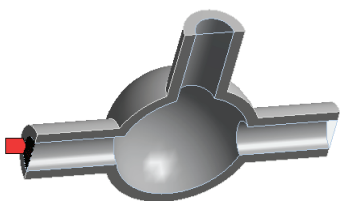

图 24-5 冷水入口面
- 3) 选择位于模型中的左端面, 如图 24-5 所示, 然后在 inlet_cold 的细节窗口的 Geometry 中单击后, 再到其后单击 Apply 按钮, 此时创建的集合包含了这些面, 将用于设置冷水入口端。